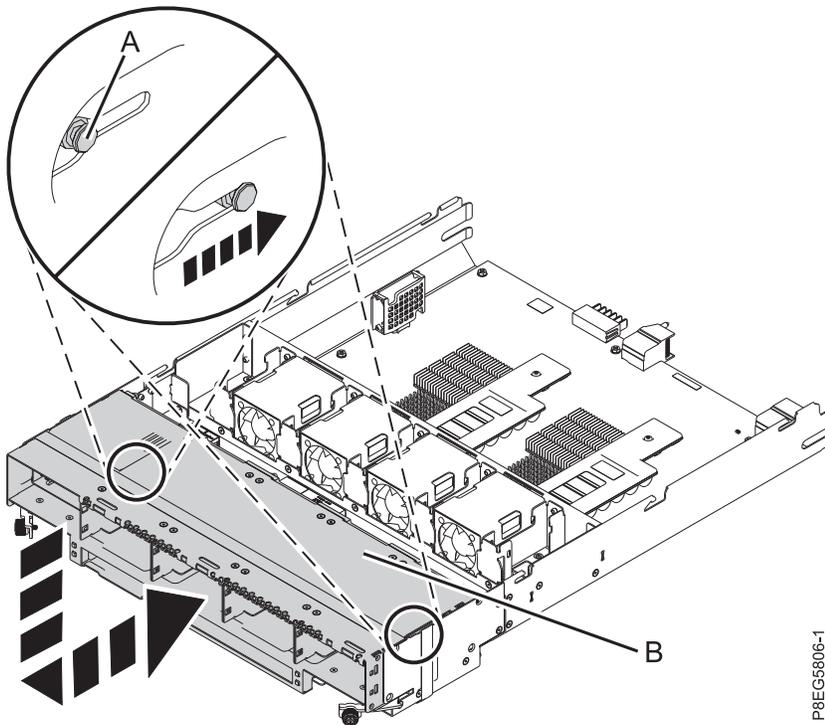

図 14. ディスク・ドライブ・バックプレーンの再取り付け
2. ディスク・ドライブ・バックプレーン **(B)** をスライドさせて、RAID アセンブリーの所定の位置に入れます。ディスク・ドライブ・バックプレーンの底側にあるピン **(A)** が RAID アセンブリーのスロットに差し込まれていることを確認します。 14 ページの図 14を参照してください。